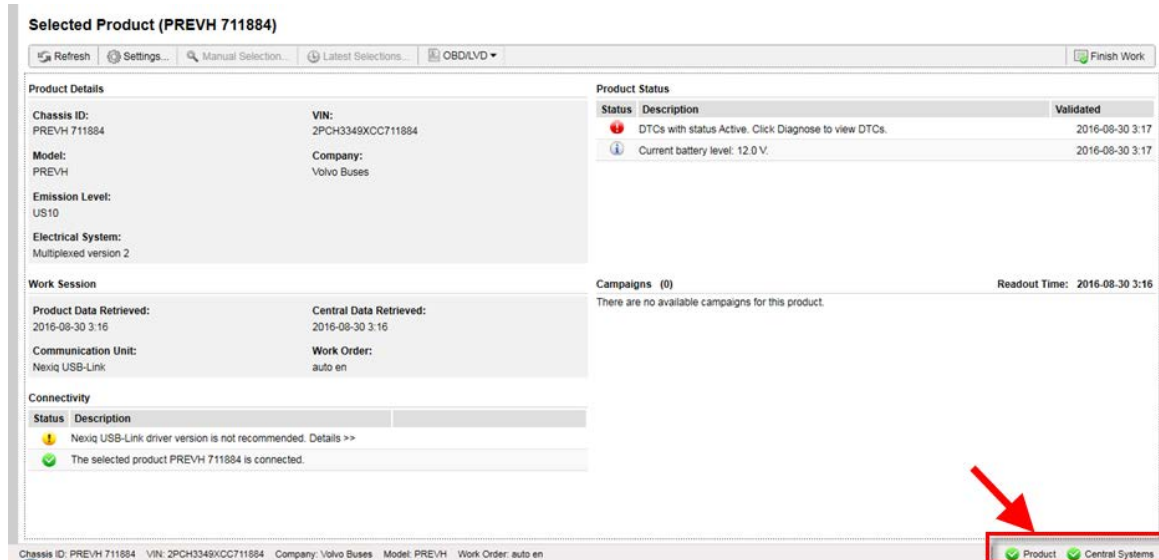

FIGURE 14
2. Premium TechTool devrait confirmer avec deux points verts que vous êtes correctement connecté au véhicule et au système central (central System) (**FIGURE 14**).